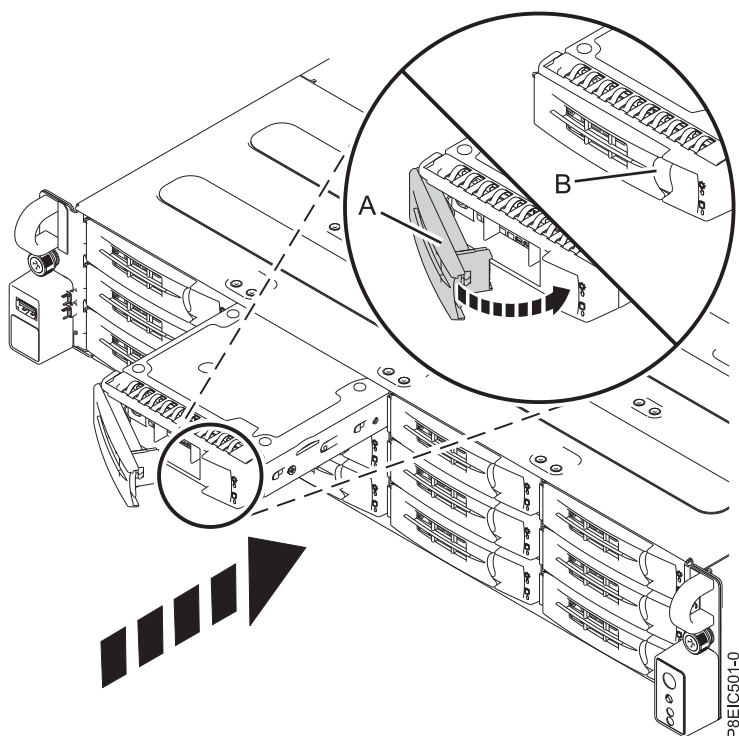

Figure 61. Verrouillage de la poignée du tiroir d'unité
3. Maintenez le tiroir d'unité par le bas lorsque vous le positionnez. Faites glisser complètement le tiroir d'unité dans le système. Appuyez sur le tiroir d'unité jusqu'à ce que sa poignée (A) commence à se fermer et appuyez sur celle-ci jusqu'à ce qu'elle s'enclenche, comme illustré dans la figure 61.